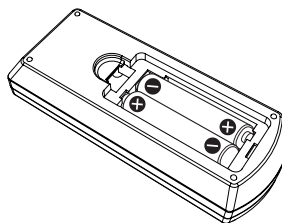

图 2
- 2) 插入电池并关闭盖板。(先插入 ● 端。)(图 2)